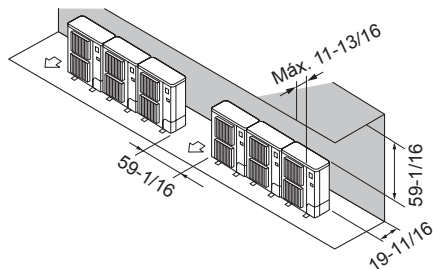

Fig. 2-13
- ② Obstáculos en la parte trasera y superior (Fig. 2-13)